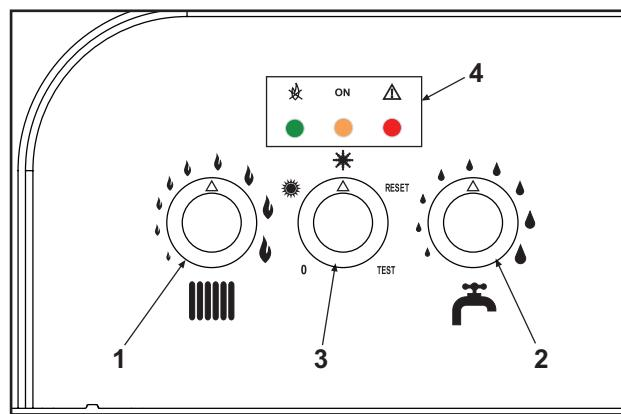

fig. 1
Pendant le fonctionnement normal, le contrôle diagnostic de la chaudière envoie des informations concernant son état à travers l'afficheur (4 - fig.1).
- tourner le sélecteur du sanitaire (rep. 2 - fig 1) en le positionnant sur minimum (pour le fonctionnement au gaz naturel) ou sur maximum (pour le fonctionnement au G.P.L.)
- tourner le sélecteur du chauffage (rep. 1 - fig 1) en le positionnant d'abord au minimum, puis au maximum